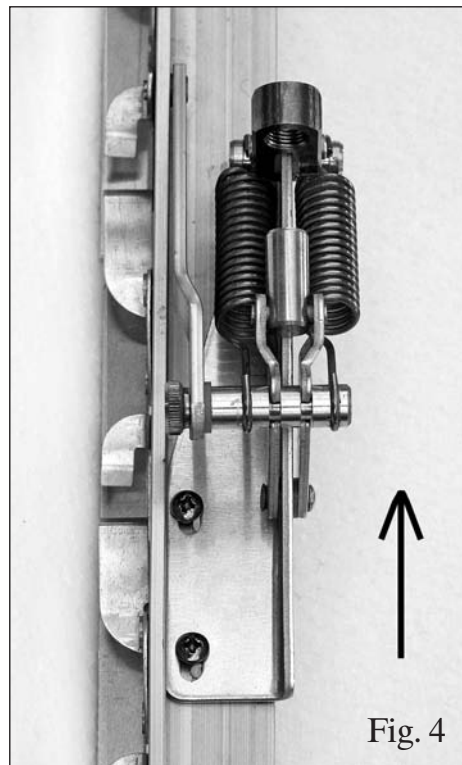

Fig. 4
7. Fäst öppnaren med de medföljande självdragande skruvarna, men skruva bara åt dem löst så länge – se fig. 4.
5. Anbring åbneren hvor betjeningshåndtaget FØR sad, skub åbneren hen imod forbindelsesarmen indtil mekanismen er HELT lukket. Lav et mærke for placeringen af de 2 fastgørelses huller i åbnerens ramme (5) på jalusimekanismen.
7. Fæstgør åbnerens beslag med de medsendte skrue, men spænd kun løst til lige nu – se Fig.4
5. Монтировать открывающий механизм на место ручки, сместить его к соединяющему рычагу до полного закрытия. Отметить положение двух установочных отверстий рычага открывающего механизма (5) по отношению к механизму жалюзийного окна.
7. Закрепить открывающий механизм, используя входящие в комплект самонарезающие винты. Винты сильно не затягивать, см. рис. 4.